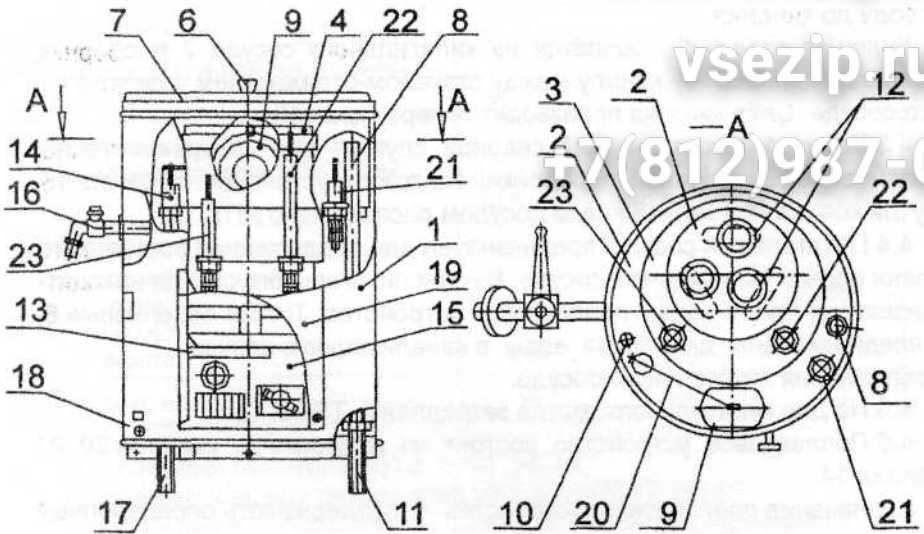

Рисунок 1 - Схема кипяtilьника:
4.1 Кипятильник (рисунок 1) представляет собой сосуд цилиндрической формы, состоящий из кожуха 1 и кипятильного сосуда 2, сборника кипятка 3, стакана-отражателя 4, питательного сосуда 5, поплавкового устройства 9, 20, 21, датчика сухого хода 22, крышки 7, автоматического пускового устройства (АПУ) 13, электрода верхнего уровня 22, электрода нижнего уровня 23.
6.6 После проведения электромонтажных работ панель 19 (см. рисунок 1) установить так, чтобы зазор в углах между панелью и кожухом был более 2,5 мм.
1) снять панель 19 (см. рисунок 1);